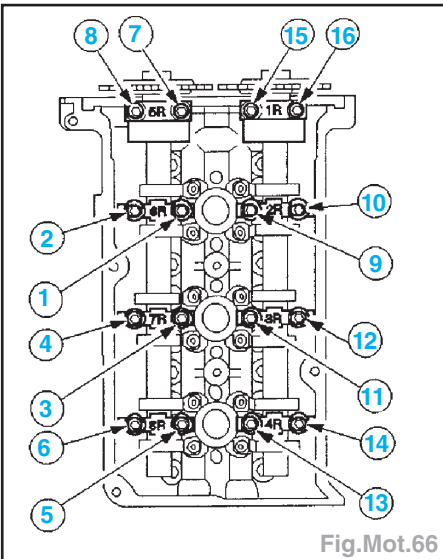

Fig.Mot.66
- Serrer les vis de fixation des chapeaux d'arbre à cames droit dans l'ordre indiqué et en plusieurs passes (Fig.Mot.66).